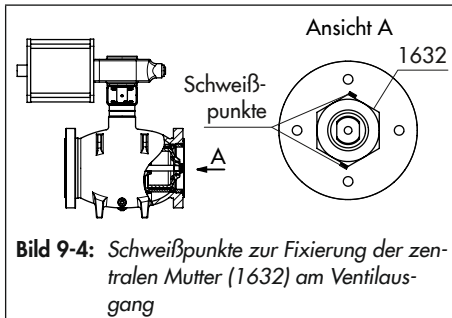

Bild 9-4: Schweißpunkte zur Fixierung der zentralen Mutter (1632) am Ventilausgang
2. An der zentralen Mutter (1632) am Ventilausgang die Schweißpunkte entfernen (vgl. Bild 9-4) und die Mutter anschließend mit einem geeigneten Werkzeug (Nuss) lösen und entfernen.
3. Sonderwerkzeug (vgl. Kap. „Anzugsmomente, Schmiermittel und Werkzeuge“ im Anhang) am Sicherungsring (171) ansetzen. Der Sicherungsring (171) ist mit dem Ventilgehäuse (5) verschraubt.
4. Sicherungsring (171) mit Hilfe des Sonderwerkzeugs aus dem Ventilgehäuse (5) herauserschrauben.
5. Sitzring (70) aus dem Ventilgehäuse (5) herausziehen. Dafür die Abziehgewindebohrungen auf der Stirnfläche des Sitzrings (70) verwenden.
9. Den Käfig (26) senkrecht wieder in das Ventilgehäuse (5) auf den Ausgleichszylinder (931) einsetzen.
10. Kegelteller (15) wieder in das Gehäuse und auf die Kegelstange (60) einsetzen.
11. Dichtung (325) des Sitzrings (70) durch eine neue Dichtung ersetzen. Die Dichtfläche währenddessen reinigen und die neue Dichtung schmieren.
12. Sitzring (70) wieder in das Ventilgehäuse (5) einsetzen.
13. Dichtung (294) des Sicherungsring (171) durch eine neue Dichtung ersetzen. Die Dichtfläche währenddessen reinigen und die neue Dichtung schmieren.
14. Sicherungsring (171) mit Hilfe des Sonderwerkzeugs wieder in das Ventilgehäuse (5) einschrauben bis die Außenfläche des Sicherungsring plan zur Flanschfläche des Ventilgehäuses liegt.
15. Die Mutter (1632) wieder auf die Kegelstange (60) aufschrauben und fest anziehen.
16. Die Mutter (1632) mit zwei Schweißpunkten fixieren, um sie gegen ungewolltes Lösen zu sichern, vgl. Bild 9-4.